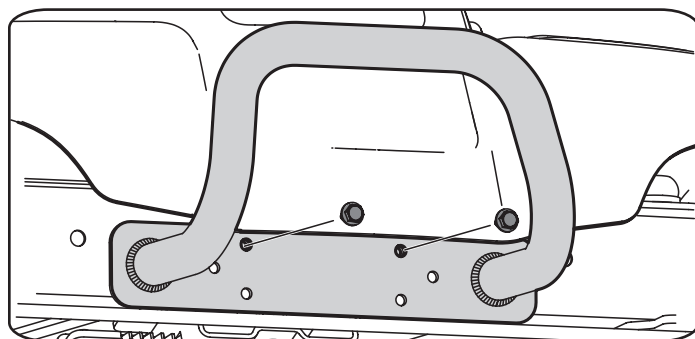

Figura 13
1. Extraiga los dos tornillos como se indica en la Figura 13.
2. Ubique el paragolpes sobre los orificios de montaje y sujete con los elementos de ferretería que extrajo en el Paso 1, como se indica en la Figura 13.